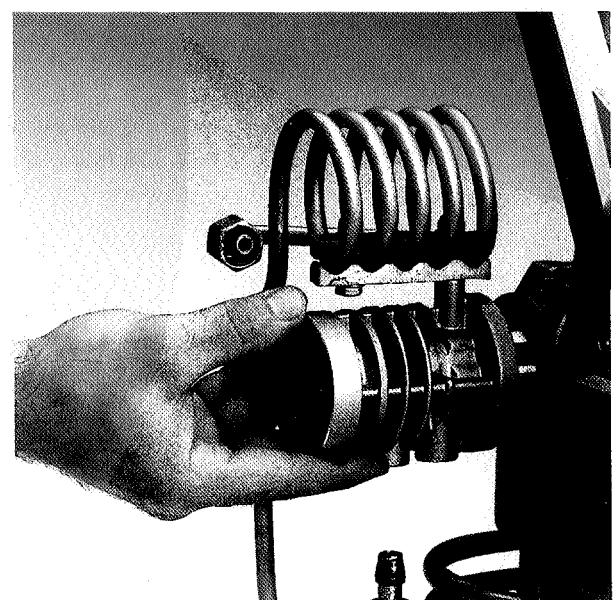

Abb. 13
- Unscrew off the fanwheel (1).
- Unscrew off the nuts (2) with a 10 mm wrench.
- Remove the cylinder (3). (see fig. 13).
- Push out the piston bush with the piston (4) from the upper part of the cylinder (3).
- Ventilatortrad (1) abschrauben.
- 4 Muttern (2) SW 10 abschrauben.
- Zylinder (3) abnehmen. (Siehe Abb. 13).
- Kolbenbüchse mit Kolben (4) aus Zylinderoberteil (3) herausdrücken.